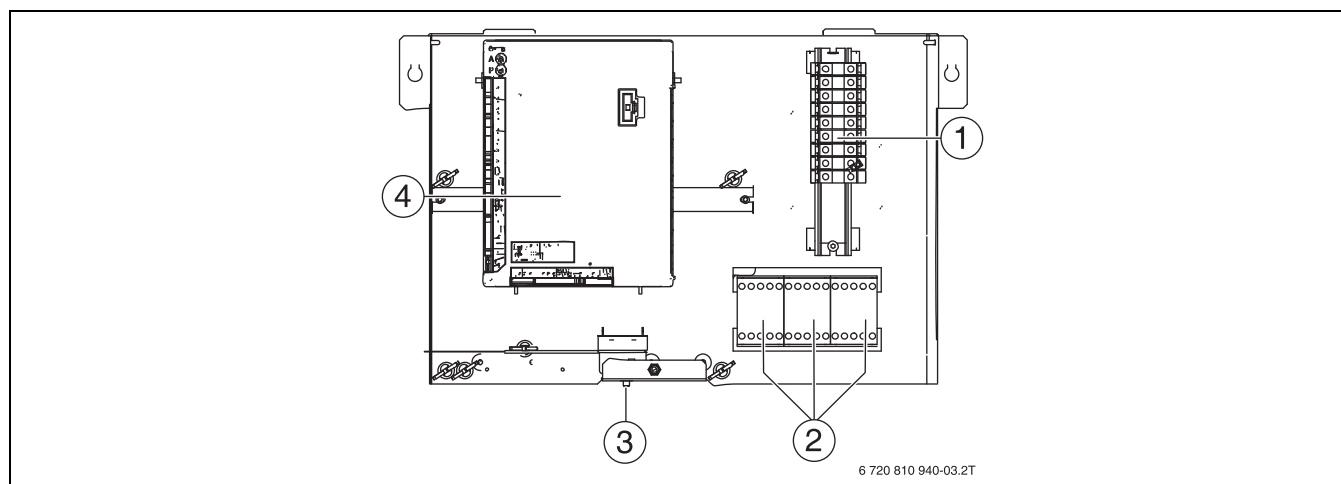

Fig. 16 Asignaciones en la caja de conexiones
- ▶ Resetear la protección contra el sobrecalentamiento. Pulsar para ello la tecla en el lado inferior de la aparato de control (→ [3], fig. 16).